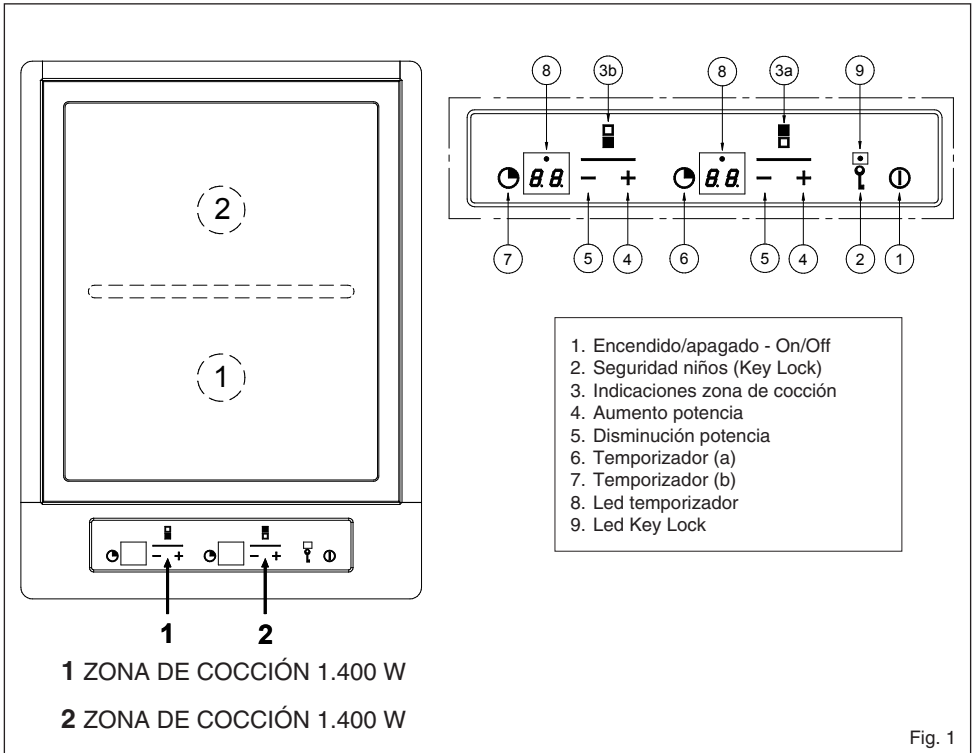

Fig. 1
- El nivel de potencia en el que se lee la configuración (véase Fig. 1 posic. 8) permite mantener constante la temperatura deseada. De esta forma se evita el sobrecalentamiento de los platos, se cocina con poca grasa y se conserva el contenido nutricional de los alimentos.
Encendido / apagado del Touch Control (Fig. 1)
Los niveles de cocción y de potencia de las zonas de cocción se visualizan mediante un display (posic. 8 Fig. 1). Según los estándares se visualizan los niveles de potencia con los números de "1" a "9".